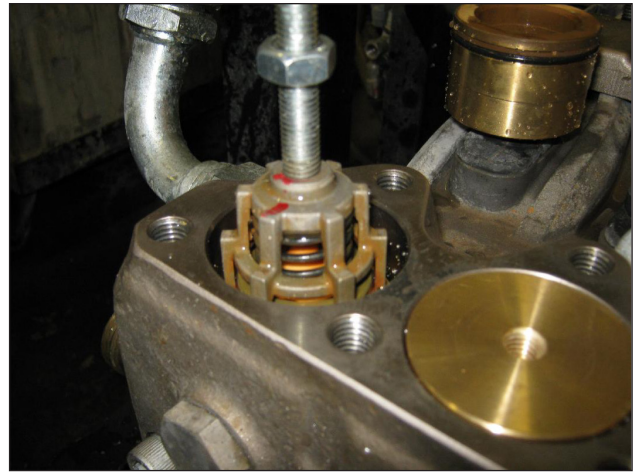

Fig. 16/a
- Dévisser les 7 vis M12x35 de fixation des couvercles des soupapes et déposer les couvercles (Fig. 16). Extraire les bouchons de la soupape en utilisant un outil à inertie (réf. 26019400 avec l'outil réf. 27513600, Fig. 16).